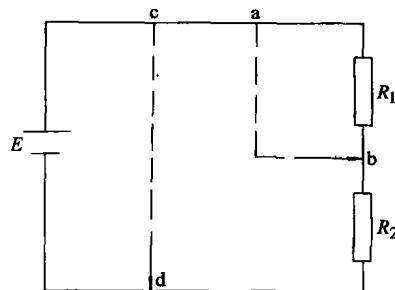

图 1.2 电路短路
3. 短路 短路就是电源输出的电流未经用电器而直接经导线流回电源，如图 1-2 所示。短路时，电路中流过的电流比正常工作时大得多，可能会烧坏电源和其他设备，一般应严防电路发生短路。但有时，在调试电子设备的过
程中，为了使与调试过程无关的部分设备没有电流通过，也可将电路某一部分短路（如图 1-2 中 a—b 间短路），但绝不允许将电源直接短路（如图 1-2 中 c—d 间短路）。